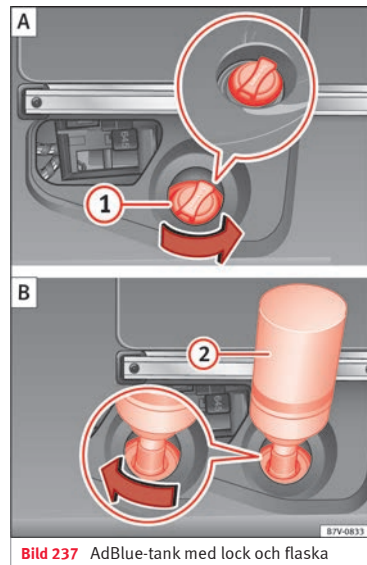

Bild 237 AdBlue-tank med lock och flaska
- Skruva ur locket på tankens påfyllningsrör »» bild 237 ① moturs.
- Skruva på locket på tankens påfyllningsrör »» bild 237 ① medurs tills det sitter helt på plats.